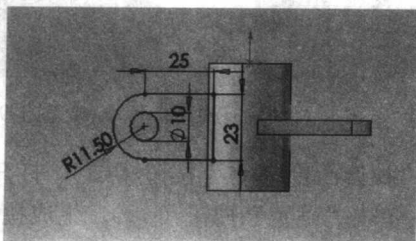

图 1-14 绘制的草图
(7) 在“设计树”管理器中单击“上视基准面”，然后将视图设置为“正视图”视图。使用“直线”工具 ()、 “3 点圆弧”工具 () 和“圆”工具 () 绘制草图，如图 1-14 所示。